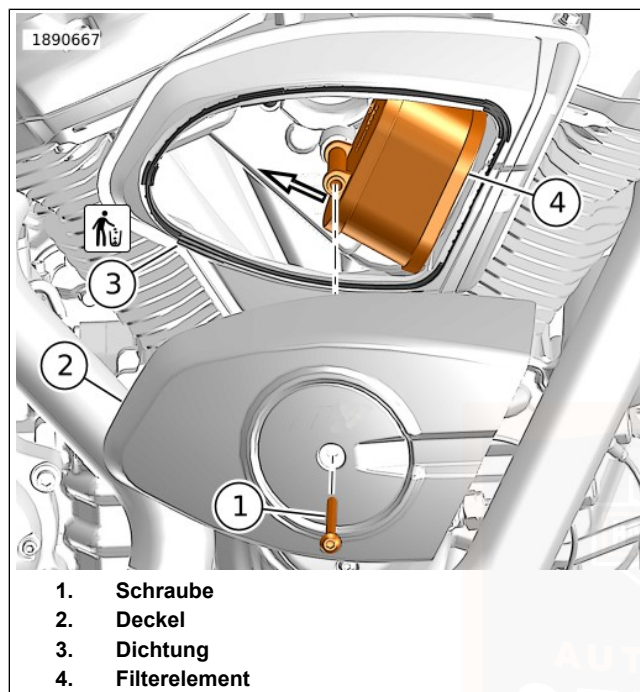

Abbildung 130. Luftfilter: Offene Front
1. Siehe Abbildung 130. Die Luftfilterabdeckung entfernen.
- a. Die Schraube (1) entfernen.
- b. Den Deckel (2) entfernen.
- a. Den Filtereinsatz (4) in einem Aufwärtswinkel nach hinten bewegen, um ihn vom Schnorchel zu lösen.
- c. Dichtung (3) entfernen. Auf Schäden oder Verschleiß prüfen.
1. Siehe Abbildung 130. Die Dichtungsnut von allen Ölresten und Ablagerungen befreien.
2. Die Dichtung (3) ersetzen, wenn sie beschädigt oder abgenutzt ist.
- a. Den Filtereinsatz (4) auf den Schnorchel setzen und nach vorne in die Einbauposition drücken.
- b. Die Dichtung (3) mit der Nut im Luftfiltergehäuse ausrichten. Dichtung einbauen.
- a. Die Abdeckung (2) anbringen.
- b. Die Schraube (1) anbringen. Festziehen.